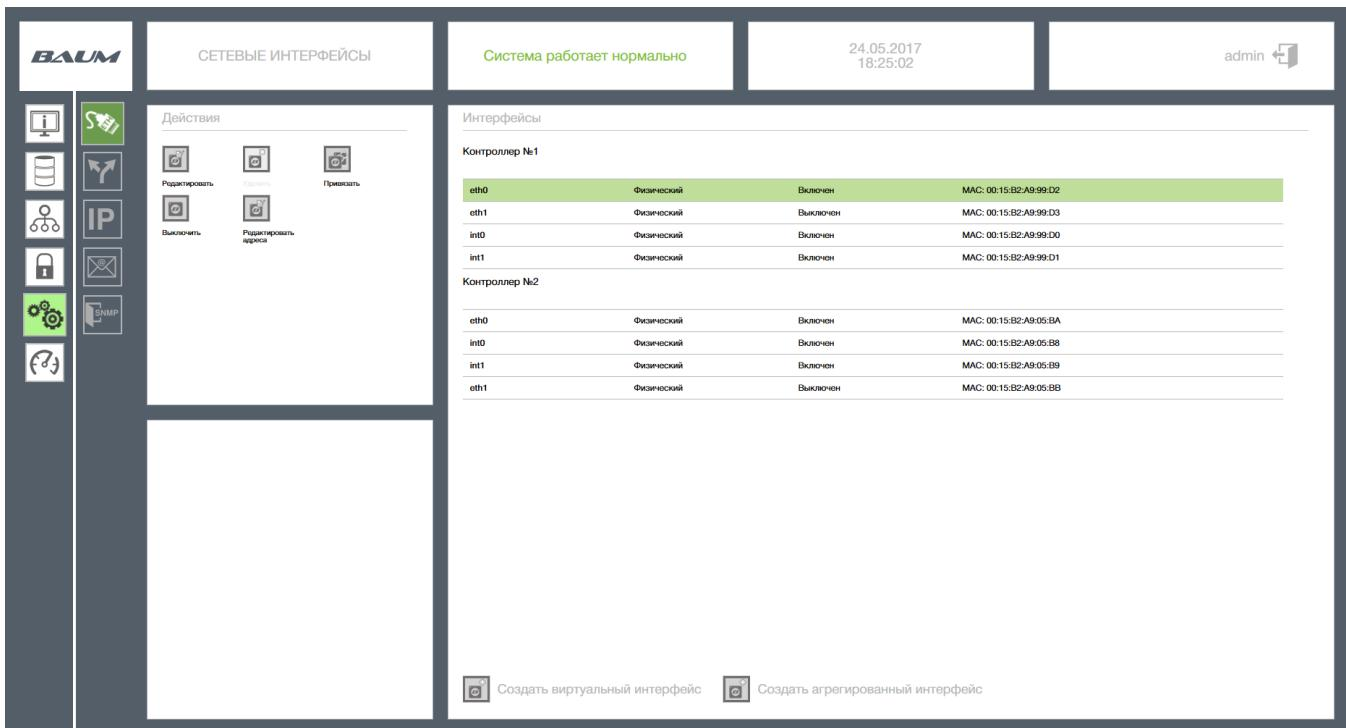

Рисунок 19 – Сетевые интерфейсы
- 1) Перейти на вкладку «Настройки» → «Сетевые настройки» (см. Рисунок 19). На ней отображены все сетевые интерфейсы изделия с их текущими настройками и состояниями: